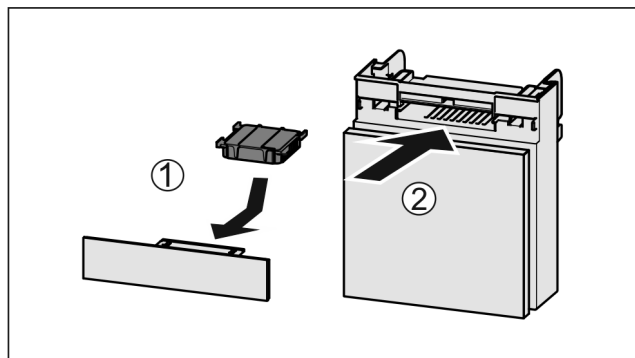

Fig. 102
- ▶ Vložte aktívny uhlíkový filter podľa obrázka *Fig. 102 (1)*.
- ▶ Zasuňte zásuvku *Fig. 102 (2)*.